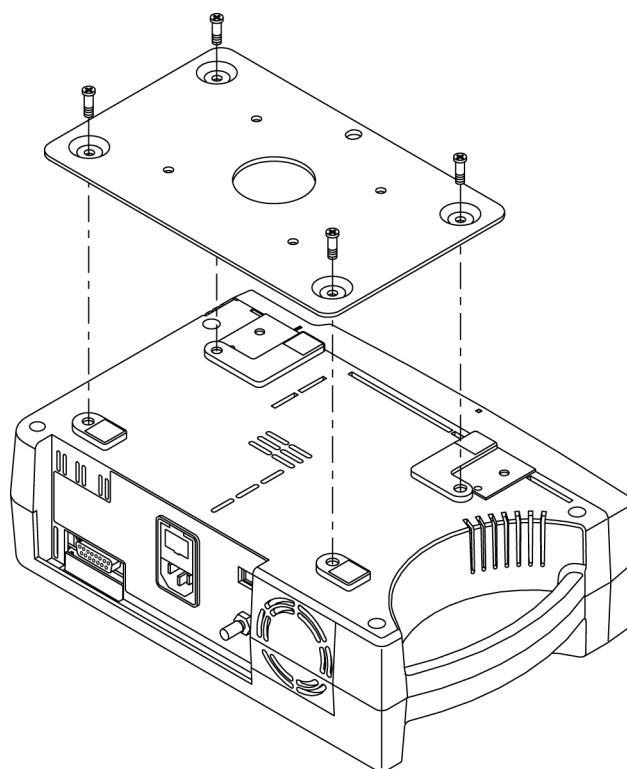

Figure 7 : Plaque de montage GCX
- Plaque de montage GCX. Voir Figure 7 à la page 126.
La plaque de montage se fixe sur le socle du N-600x comme illustré dans la Figure 7. Pour de plus amples instructions relatives au montage de la plaque sur les équerres GCX, se reporter au mode d'emploi illustré fourni avec la plaque de montage GCX.